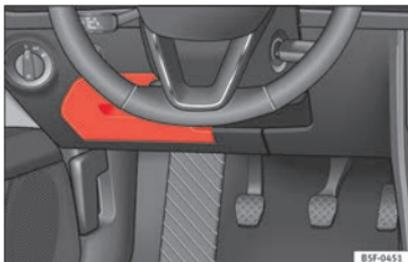

Fig. 202 Sul cruscotto, lato del conducente: coperchio della scatola dei fusibili.
- **Apertura:** abbassare la copertura »» » **fig. 202.**